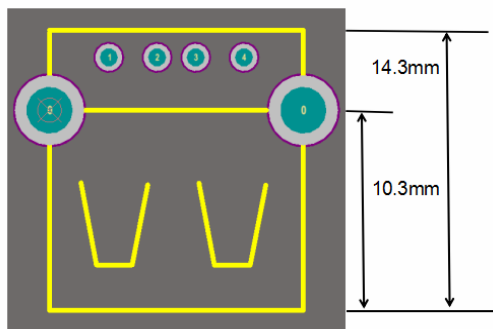

图 19-5 USB-A 型插座封装
8) 单击板层标签栏的 Top Overlay 标签，切换到 Top Overlay 层，按下 P + L 快捷键，绘制 USB-A 的边框。最终的封装如图 19-5 所示。